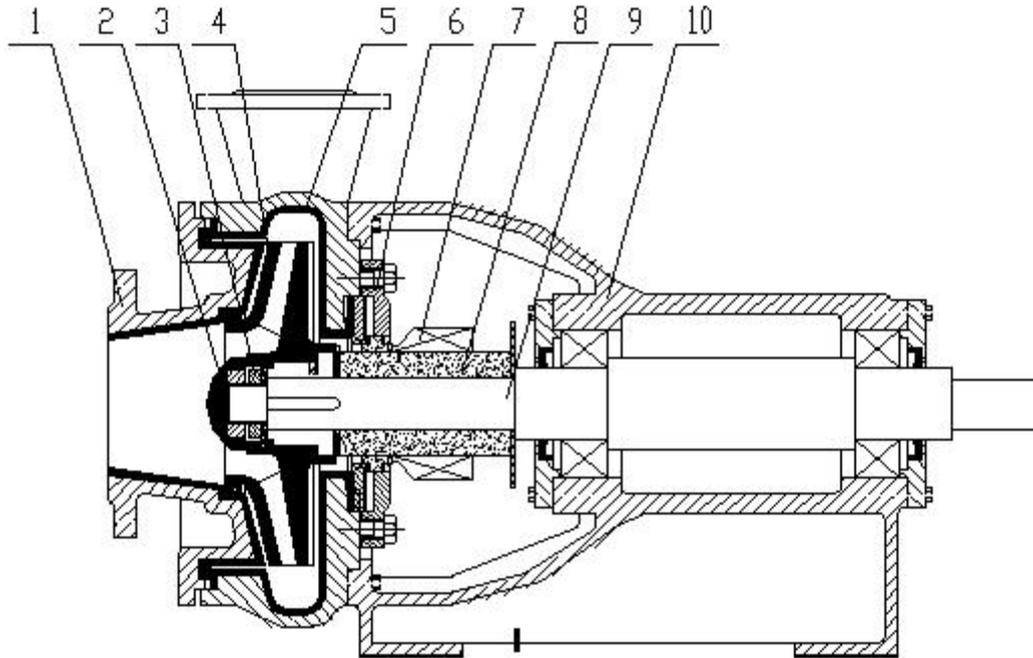

图 1
①SHTB-III型耐腐蚀泵为非自吸卧式泵，主要零部件（见图1）。泵轴封采用非标机械密封。